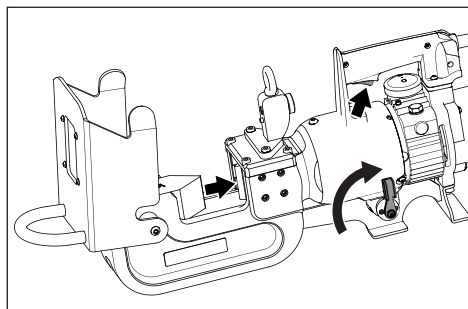

Figura 8, Ritorno pistone
- Con la leva in posizione 2, tenere premuto l'interruttore per retrarre il pistone e fare arretrare la lama mobile. Vedere la figura 8.
Assicurarsi che il pistone e la lama mobile siano del tutto retratti in posizione "home" prima di inserire la catena nella testa di taglio. Vedere la figura 8.
3. Verificare che lo stelo si trovi in posizione "home" (completamente represso). Vedere la figura 8.